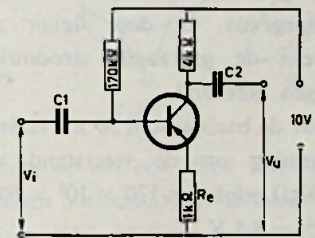

Fig.7
2. In de schakeling van fig. 7 is een p n p transistor toegepast. De spanning tussen basis en emitter is 0,2 V en de basisstroom is $50 \mu A$.